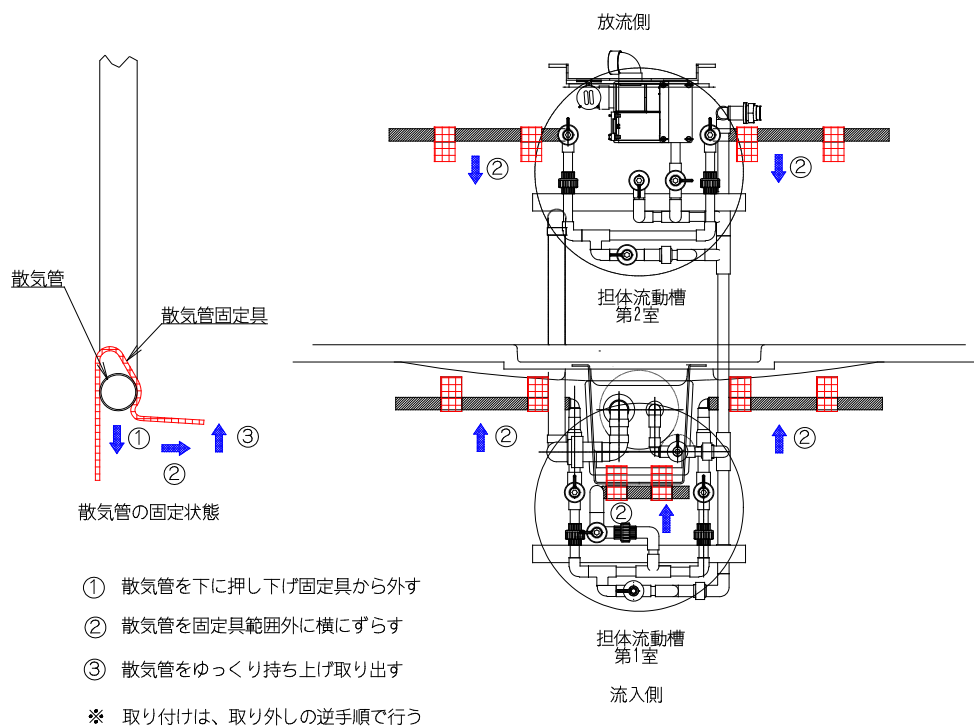

図3-2 散気装置の固定状態および取り外し方
- ③洗浄したい方（第一室、第二室のいずれか）の散気バランス調整用バルブを全開（100%）にし、もう一方の散気バランス調整用バルブを全閉（0%）にします。
- ④洗浄したい方（第一室、第二室のいずれか）の散気用配管の一部を絞り、1系列当たりのエア量を増やし、エア洗浄を行います。
- ⑤もう一方も洗浄したい場合は③の散気バランス調整用バルブの全開全閉を逆にし、④を行います。
- ⑥各バルブの設定を行います。
- ⑦適正な通常運転状態であることを確認してください。
**ご注意** 通常、散気装置を取り外す必要はありません。万一、取り外した場合は以下の点に注意して取り付けてください（図3-2参照）。